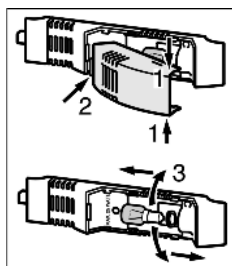

Fig. 14
- ▶ Afferrare il coprilampada sul lato superiore e inferiore Fig. 14 (1).
- ▶ Sbloccare il coprilampada sul retro e sganciarlo Fig. 14 (2).
- ▶ Sostituire la lampadina Fig. 14 (3).